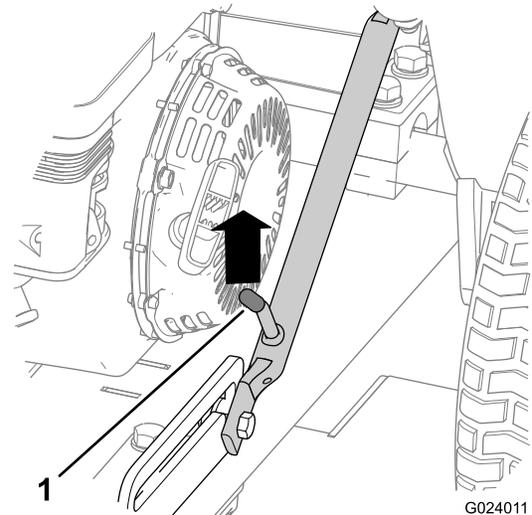
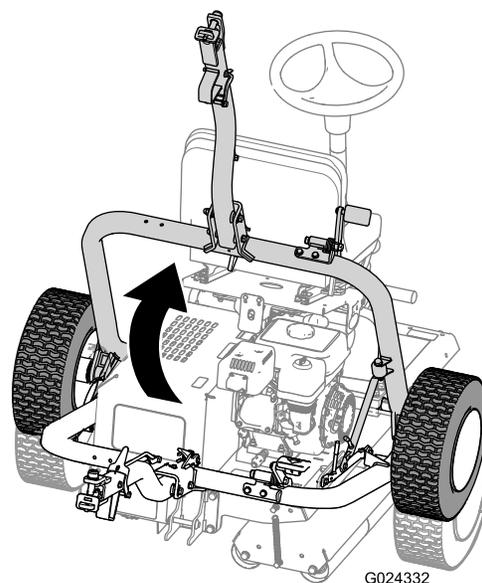

Figure 16
Figure 20
- A. Poussez le dispositif d'attelage vers le haut jusqu'à ce que le levier de verrouillage soit dégagé du verrou de la glissière (Figure 16).
- D. Élevez l'attelage (Figure 20) jusqu'à ce que le levier de verrouillage s'enclenche dans le verrou de la glissière (Figure 16).